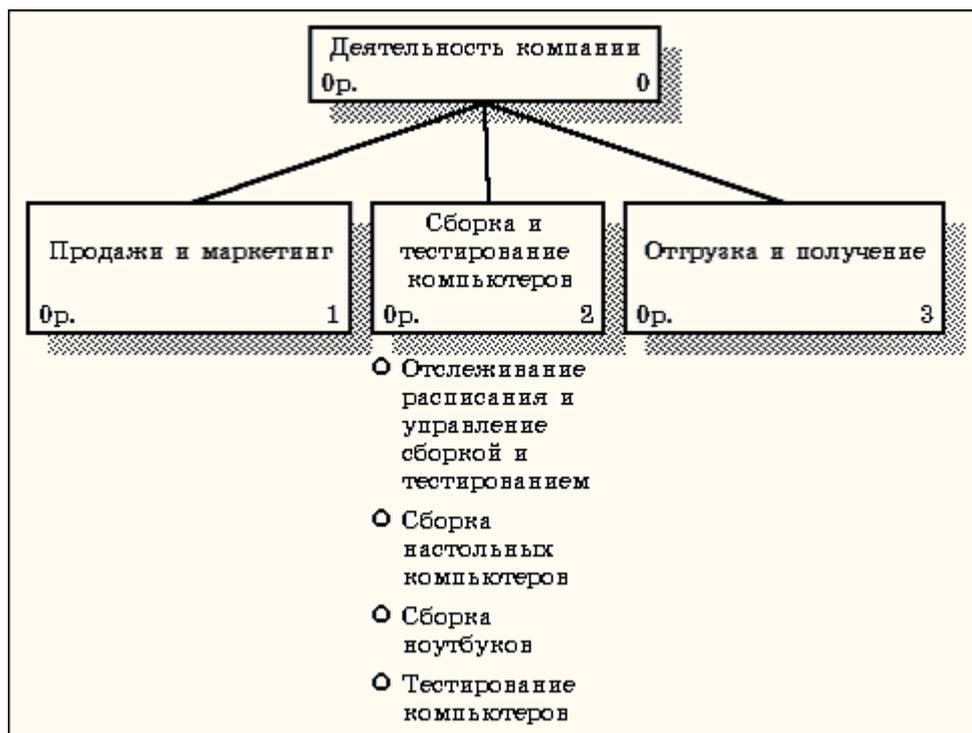

Рисунок 4.4 - Диаграмма дерева узлов
- 4 Щелкните по кнопке **Finish**. В результате будет создана диаграмма дерева узлов (**Node tree Diagram**) (рисунок 4.4).